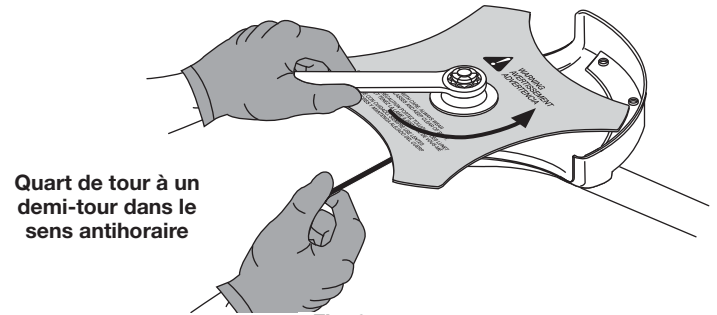

Fig. 25
- Sans une clé dynamométrique, utiliser une clé plate ou une clé à douille de 13 mm. Tournez l'écrou jusqu'à ce que la retenue de la lame soit bien ajustée contre la bague d'arbre. Assurez-vous que la lame est correctement installée, puis tournez l'écrou d'un quart à un demi-tour supplémentaire dans le sens antihoraire (Fig. 25).